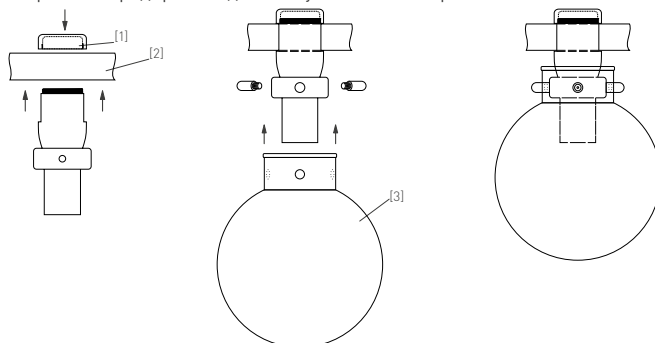

Рис. 2. Установка светильника
- 3.2. Устройство крепления выполнено в виде заворачивающегося фиксатора с правой резьбой, который накручивается на верхнюю часть корпуса светильника. Открутите верхнюю часть фиксатора [1] у светильника, тем самым освободив установочное пространство. Аккуратно извлеките стеклянную колбу [3] светильника из упаковки, установите стеклянную колбу на корпус светильника, закрепив ее декоративными винтами. Установите светильник в необходимом месте шинопровода [2] и зафиксируйте его, закрутив верхнюю часть фиксатора светильника, как показано на рис. 2.